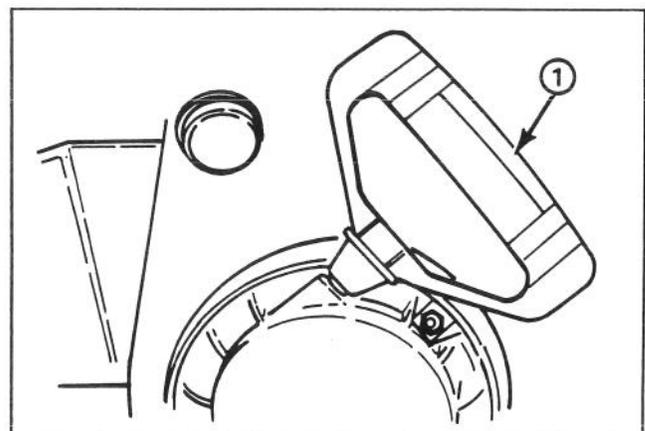

Figure 16
Démarrreur à cordon (fig. 16) — Placé à l'arrière du moteur, il sert à mettre le moteur en marche.
7. Tirez sur la poignée du démarreur à cordon (fig. 16) lentement jusqu'à ce que l'engagement positif se produise; puis tirez d'un coup sec pour faire démarrer le moteur. Gardez une prise ferme sur la poignée de démarreur et laissez le cordon revenir lentement.